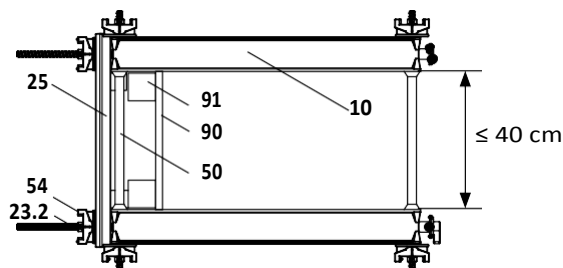

Fig. B9.03a
1. Отрежете вложката (90) за да пасне на дебелината на стената.
2. Монтирайте вложката и 2 греди (91). (Fig. B9.03a)
3. Монтирайте анкери (50), виж секция B2, Системи за свързване.
5. Позиционирайте изравнителния ригел DUO 62 (25) на ъгловия анкер и затегнете с крилчатата гайка (54) с ръка или лопатката DUO.